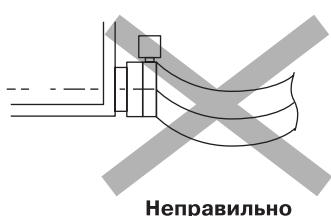

Рис. 24
- Убедитесь в том, что дренажный шланг не перегибается внутри комнатного блока. (**См. рис. 24**)